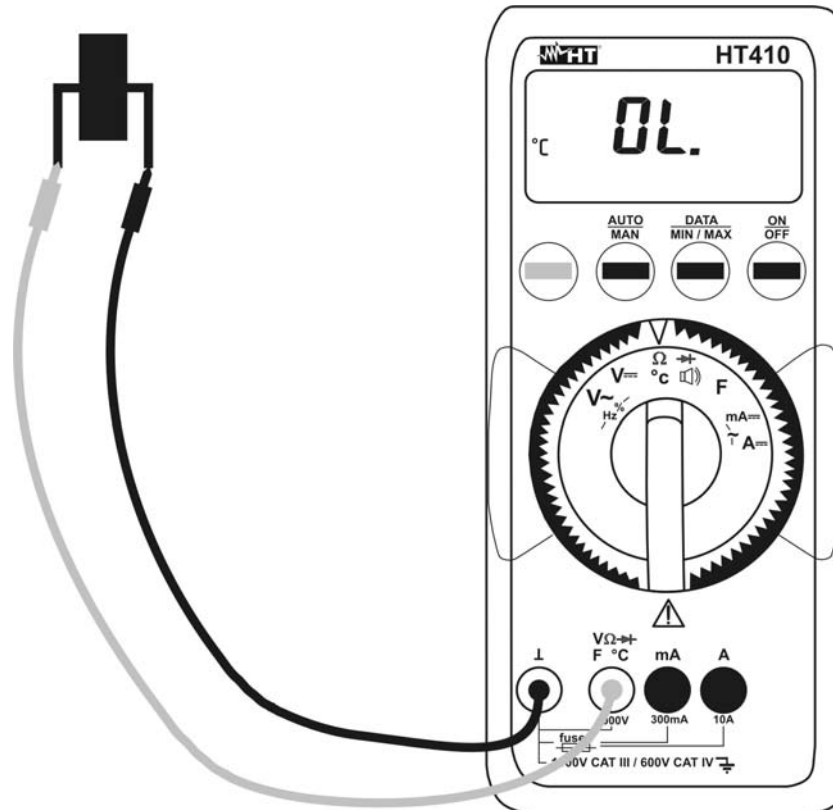

Abb. 7: Temperaturmessung mit PT1000 Fühler
3. Führen Sie den PT1000 Fühler an das Testobjekt (siehe Abb.7). Der Temperaturwert in °C wird angezeigt.